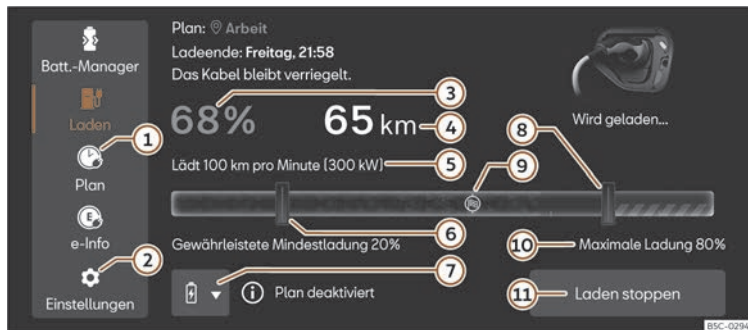

Abb. 67 Im Infotainment-System: Hauptmenü Laden.
2. Drücken Sie die Taste  ② >>> (Abb. 67).